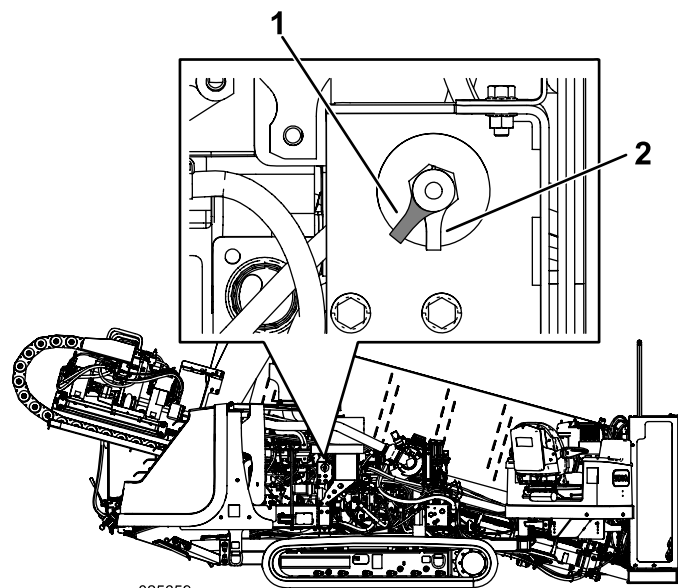

Figura 47
- Para energizar a máquina eletricamente, gire o interruptor de DESCONEXÃO DA BATERIA no sentido horário para a posição ON (Figura 47).
- Para desenergizar a máquina eletricamente, gire o interruptor de DESCONEXÃO DA BATERIA no sentido anti-horário para a posição OFF (Figura 47).